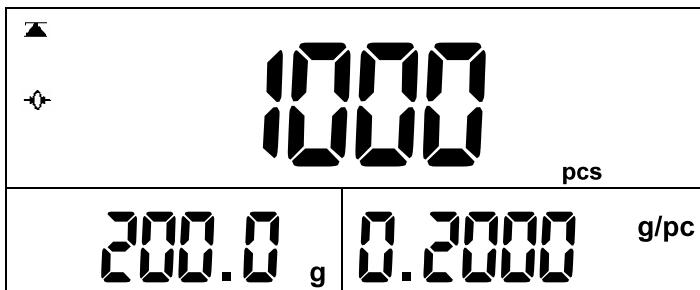

图 12
③数量窗口数字闪烁，同时按**个数设定**键采样，显示 SAMP 稳定后如下：(图 12)